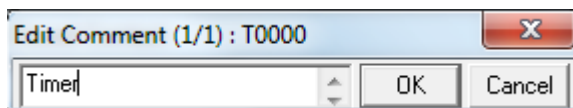

Рисунок 22 – Ввод комментария
4. Введен адрес «T0». Откроется диалоговое окно «Edit Comment» (Редактирование комментария). Введите в качестве комментария «Timer» (Таймер) (рисунок 22).